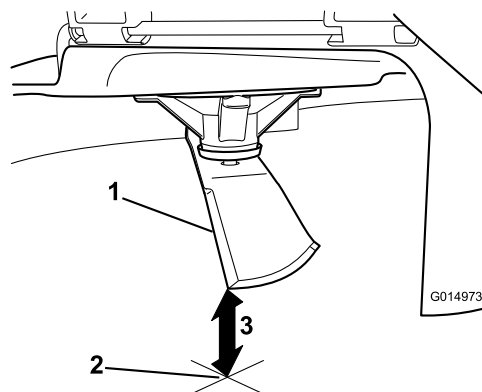

Figura 46
5. Mida desde la punta de la cuchilla hasta la superficie plana (Figura 46).